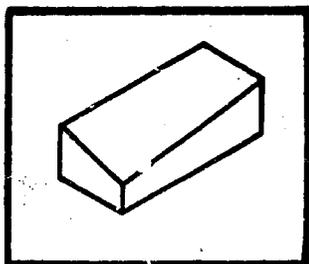

FIG. 22 - Effilage d'un angle
10. Effilage des angles (voir Figure 22). L'effilage d'un angle (un coin plus mince que le reste) est produit par l'effilage d'un côté et d'une extrémité.